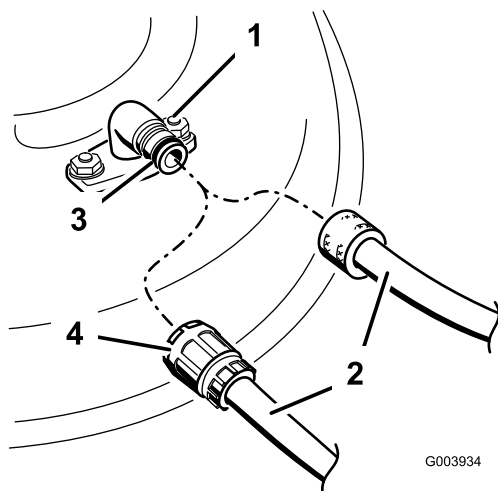

Figura 72
3. Conecte el acoplamiento de la manguera al extremo del conector de lavado del cortacésped, y abra el grifo al máximo (Figura 72).